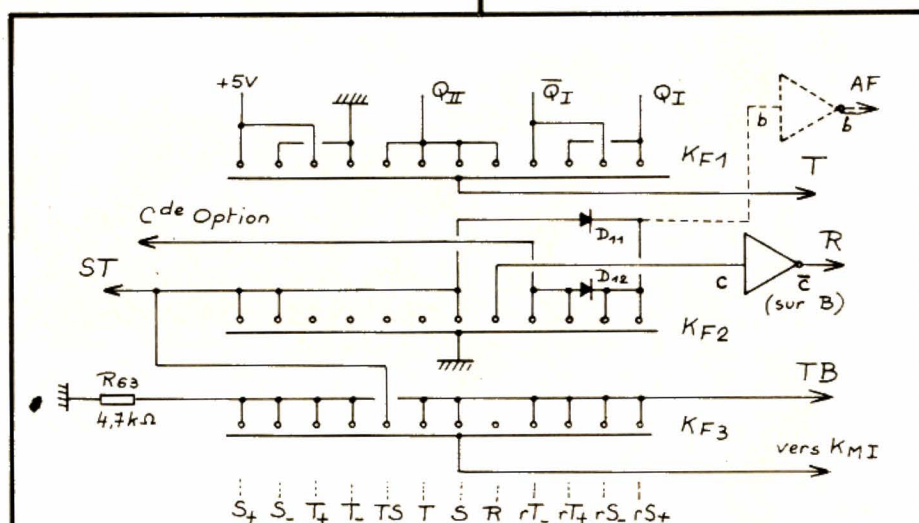

FIGURE 21. – Commutation des formes (par  $K_F$ ).
Les figure 21 à 24 donnent les schémas des commutations du TBF3.
**Figure 21 :** La commutation des formes est assurée par un commutateur rotatif à 3 galettes 1 circuit/12 positions. La première section  $K_{F1}$  contrôle l'entrée T du transistor d'inversion  $T_3$ . La seconde section  $K_{F2}$  commande les signaux de fonctionnement ST (passage sinus-triangle), R